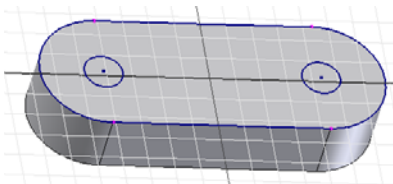

图 2-24 着色显示模式下进行观察
(3) 设置模型观察方式为着色显示模式, 可更加清楚地看到草图上经过投影几何图元得到的新的几何图元, 如图 2-24 所示。